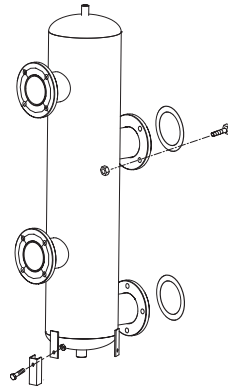

Fig. 6
1.9 COMPENSADOR HIDRÁULICO CÓD. 8101553 (debe solicitarse por separado) (fig. 6)